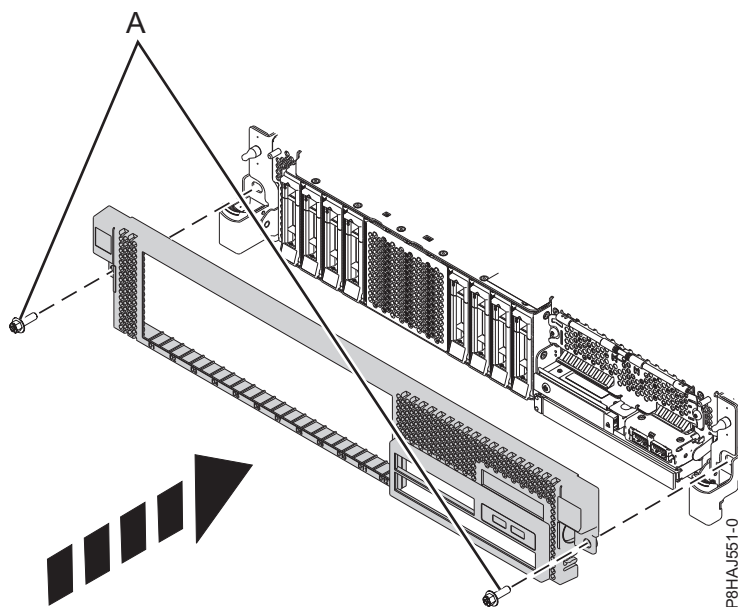

Figura 62. Instalar a tampa frontal
3. Feche os fechos ao empurrá-los na direcção apresentada em Figura 62 na página 106. A tampa fica encaixada e tem uma reentrância que lhe permite segurá-la mais facilmente.
4. Substitua os parafusos de transporte (A).